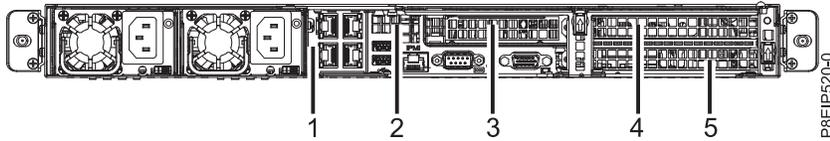

Abbildung 44. Positionen der PCIe-Adapter - System vom Typ 8001-12C
2. Die PCIe-Risierkarte eines Adapters kann gemeinsam mit anderen Adaptern genutzt werden. Kennzeichnen und entfernen Sie alle Kabel und Netzstecker, die aus den Adaptern herausragen. Siehe Abb. 44 auf Seite 74.